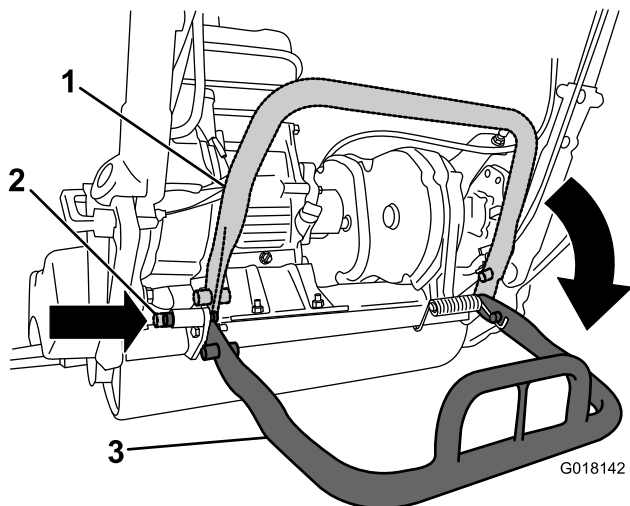

Figure 3
2. Abaissez la béquille et appuyez sur la goupille de verrouillage pour bloquer la béquille en position d'entretien (Figure 3). Laissez appuyer la machine sur la goupille de verrouillage.